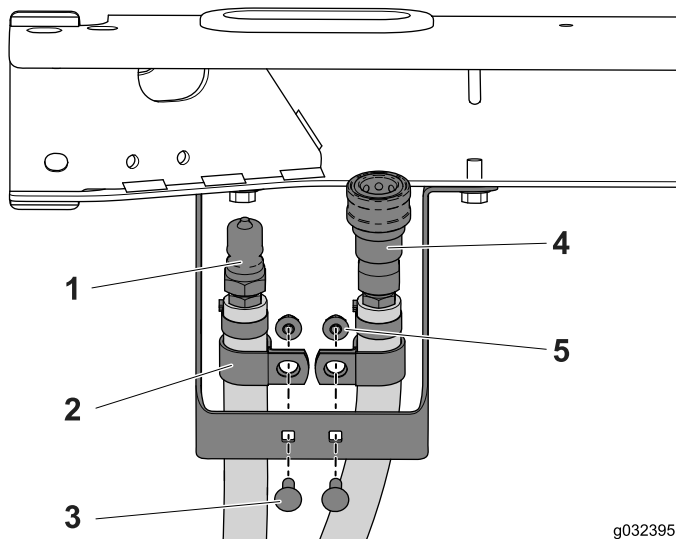

Рисунок 18
3. Установите R-образный хомут на каждый шланг (Рисунок 18).
4. С помощью двух каретных болтов (1/4 x 3/4 дюйма) и фланцевых гаек установите на кронштейн R-образный хомут и шланг в сборе (Рисунок 18).